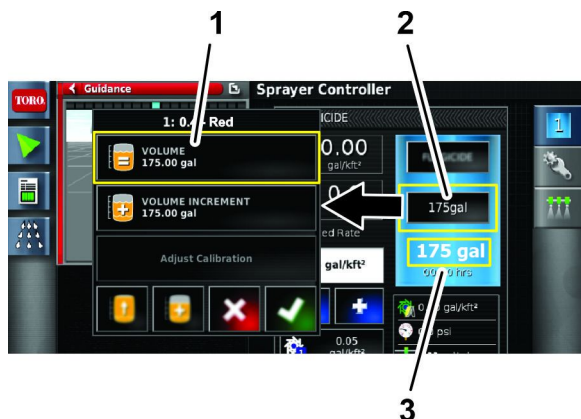

Рисунок 123
2. Нажмите на значок ОБЪЕМА (Рисунок 123).